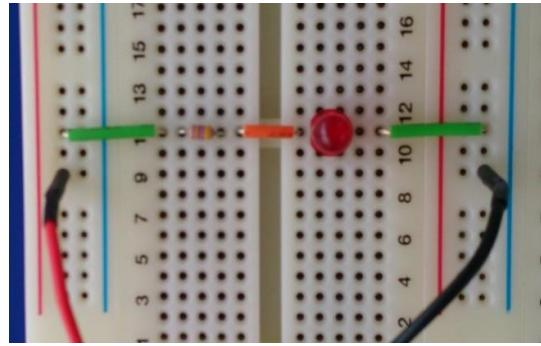

図 3.4
- ・ ブレッドボードの内部配線を十分に理解すること(図 3.4 の回路はショートしている)。